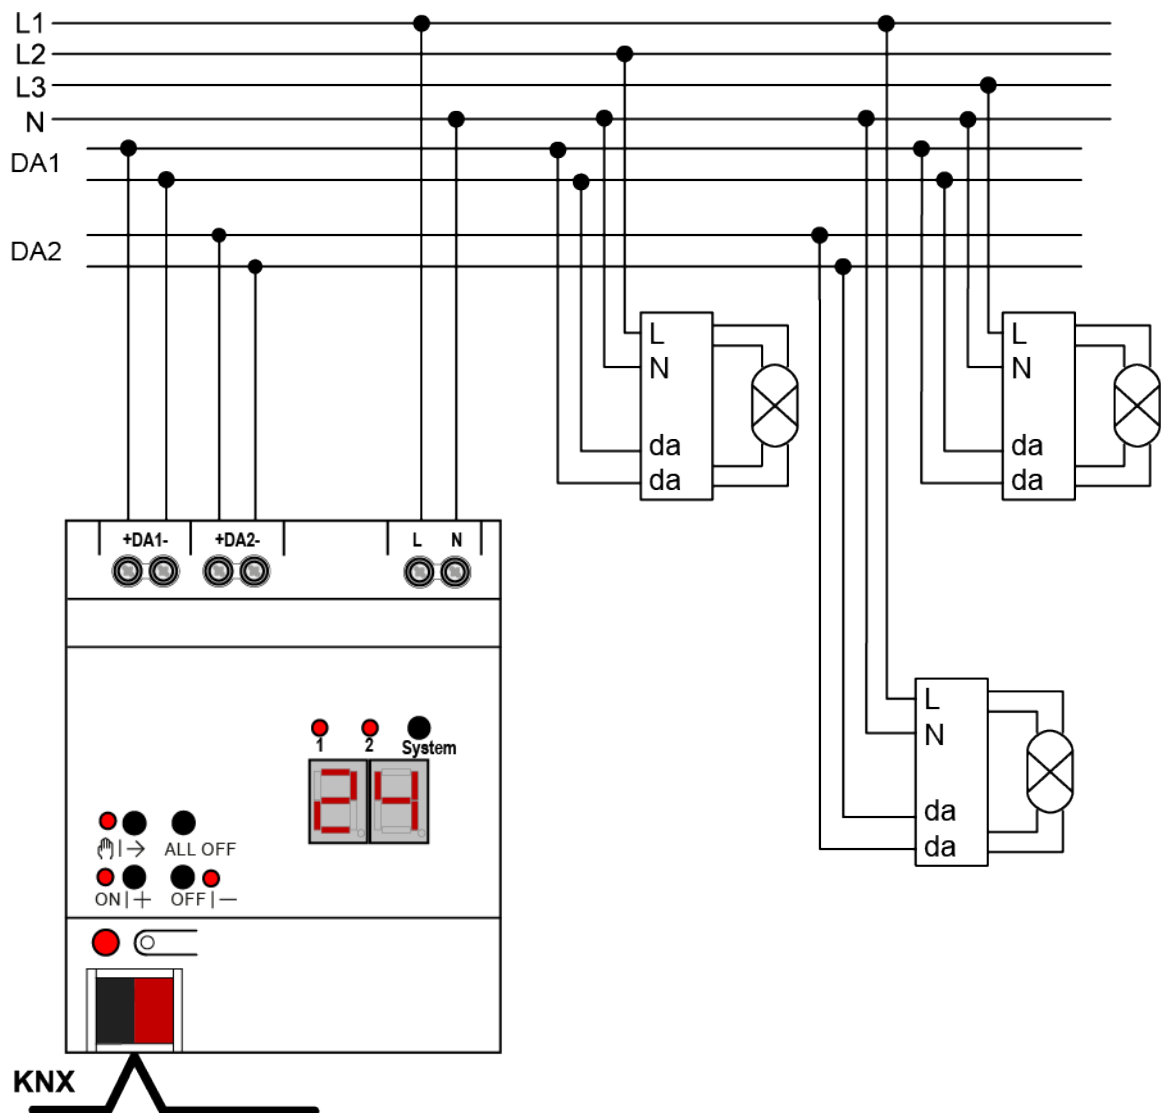

Bild 2: Anschlussbeispiel DALI Gateway 2fach
- Gerät gemäß Anschlussbeispiel anschließen (siehe Bild 2)